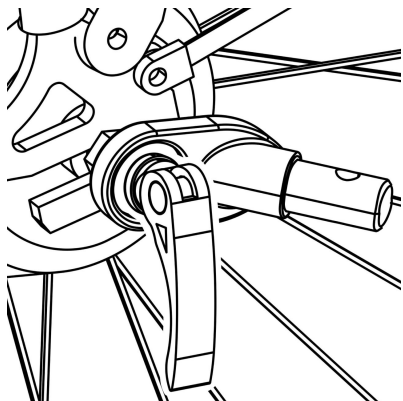

Figure 9
1. Axe à dégagement rapide : retirez le système de dégagement rapide du côté gauche de l'essieu arrière du vélo. Installez l'attelage entre le système de fixation rapide et le cadre. Serrez le système de fixation rapide en suivant les instructions du fabricant du vélo. L'attelage peut rester sur le vélo lorsque la remorque est retirée (Figure 9).